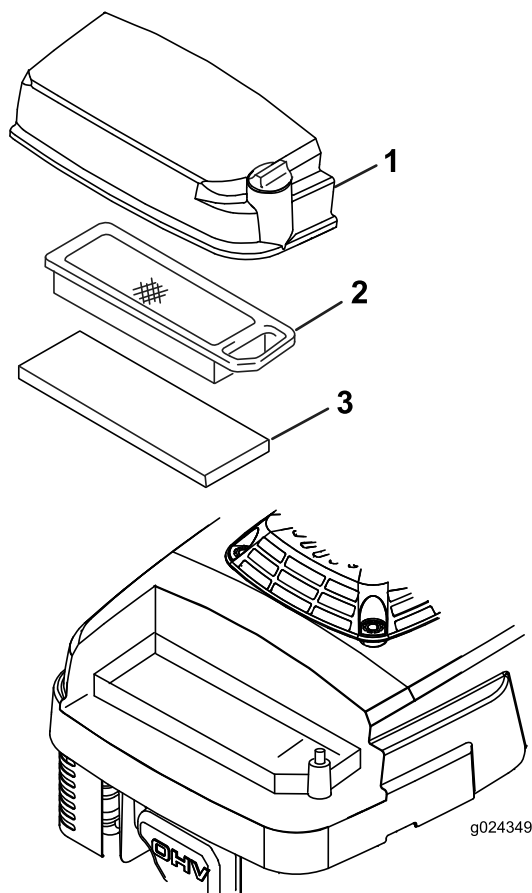

Figura 21
3. Allentate la vite sul coperchio del filtro dell'aria (Figura 21).
5. Togliete e controllate i filtri di carta dell'aria (Figura 21) e sostituiteli se sono eccessivamente sporchi.
6. Togliete il prefiltra in schiuma sintetica (Figura 21) e lavatelo con acqua e detersivo neutro, infine tamponatelo finché non è asciutto.